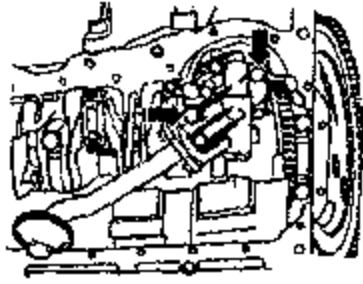

图 2-106 拆卸机油泵
(4) 利用装配吊架慢慢降下副车架，撤出装配吊架。
(5) 向下摆动防侧倾稳定杆，松开图 2-106 箭头所示的螺栓。向下压副车架，拆下机